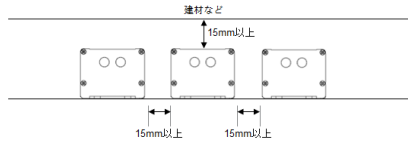

図1
- ・電源は自然空冷方式のため、図1のように製品を2台以上並べて設置する場合は、相互の熱の影響を受けないよう上面の間隔も15mm以上間隔をあけてください。